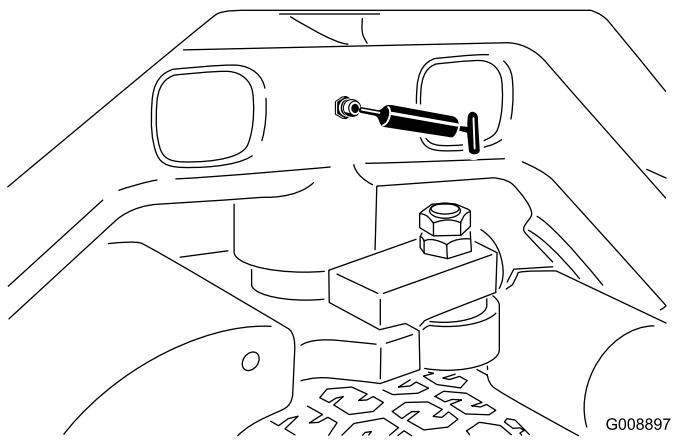

Figura 45
- Articulação da direção (Figura 45)